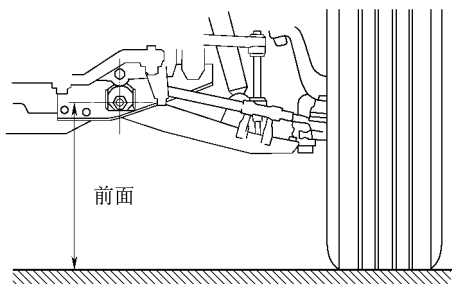

图 14-87 检查汽车高度
(4) 将防尘罩装到固定臂上。
(5) 安装前轮。
(6) 检查汽车高度。上下摇动汽车若干次，使悬挂系统稳定，测量汽车高度，如图 14-87 所示。